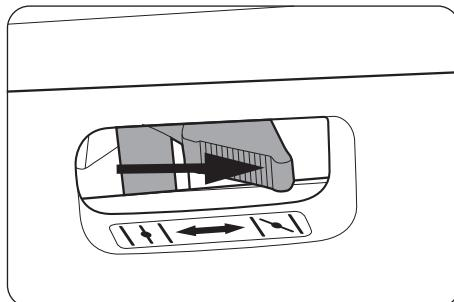

рис. 23
Поверните рычаг воздушной заслонки (3) в положение | ↗|. (рис. 23)